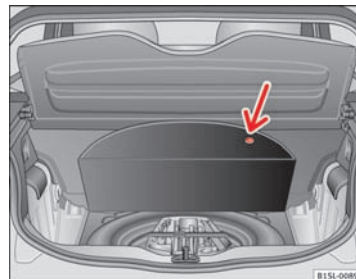

Fig. 131 I bagagerummet: bundplade, der er vipet op
Bilens værktøj, reservehjulet, nødhjulet og havarisættet er placeret i bagagerummet under bundbeklædningen ⇒ Fig. 131.
- Løft bundbeklædningen ved udsæringen (pil) ⇒ Fig. 131.